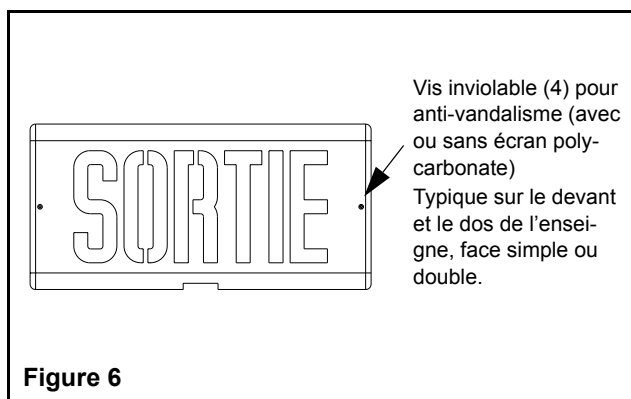

Figure 6
- Pour les modèles avec l'option anti-vandalisme, se référer à la figure 6.